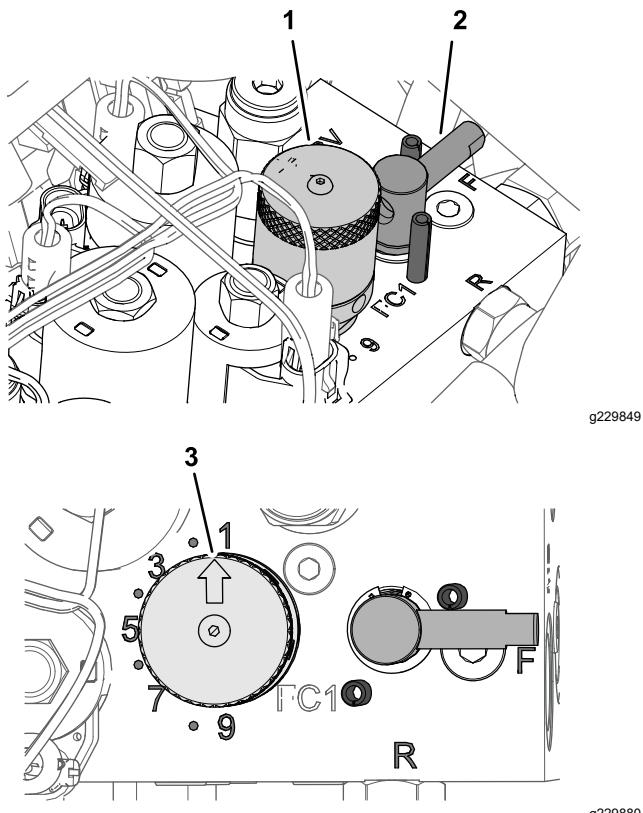

図 64
- リールの速度を設定するには、リール速度コントロールのノブ図64を回して、ノブの矢印を、手順3で決めた数値に合わせる。